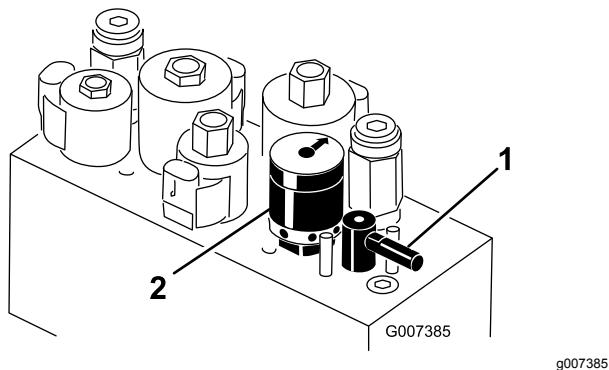

Figura 28
4. Per impostare la velocità dei cilindri girate la manopola (Figura 28) fino a portare le frecce in linea con il numero corrispondente all'impostazione desiderata.